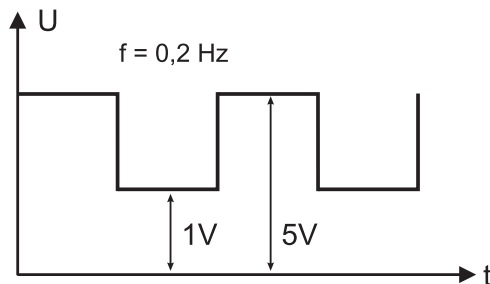

Abbildung 2.6: Einstellungen des Funktionsgenerators.
- Amplitude und Offset gemäß Abbildung 2.6.